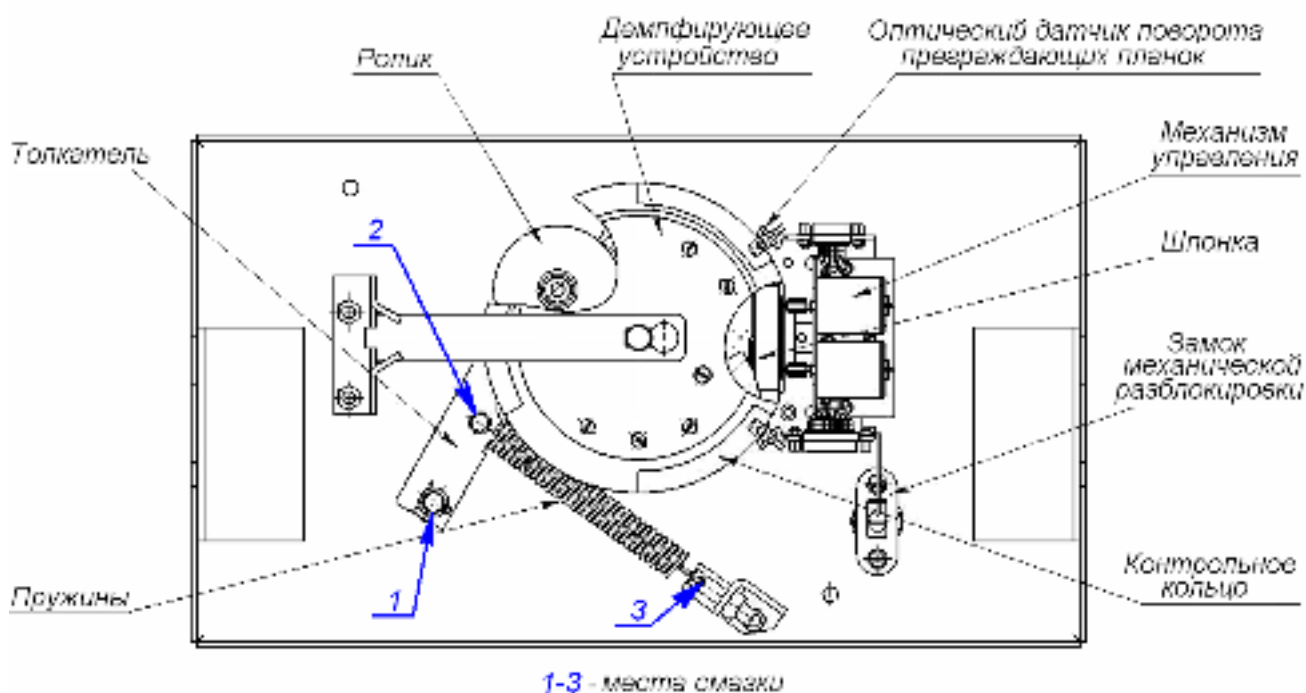

Рисунок 13 Расположение внутренних деталей и узлов механизма турникета
2. Снимите крышку (3) в порядке, указанном в разд. 6.
4. Осмотрите устройство доворота (толкатель, пружины и ролик), оптические датчики поворота преграждающих планок и демпфирующее устройство (см. рис. 13).
- четыре втулки на устройстве доворота – две на оси вращения толкателя и две на оси крепления пружин, а также отверстия в деталях крепления пружин, по две - три капли масла в каждое место смазки (места смазки указаны на рис. 13);